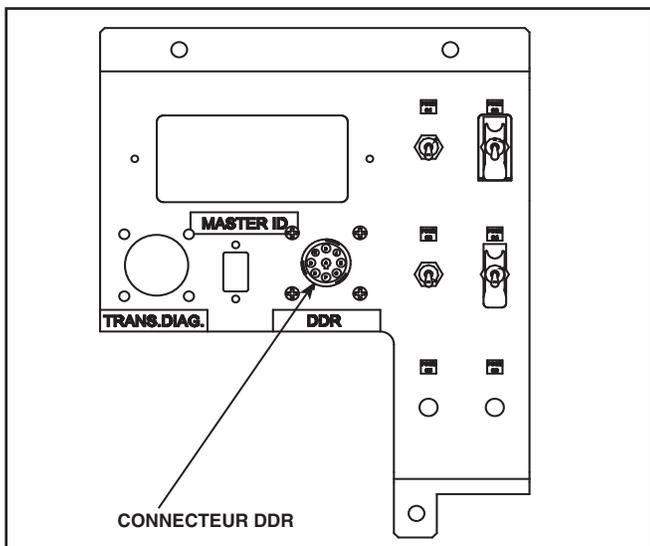

Figure 13 - Connecteur DDR sur le panneau supérieur gauche (typique)
2. Ouvrir le compartiment supérieur gauche et brancher le connecteur rond du câblage de l'analyseur CAN à la prise DDR. Voir Figure 13.